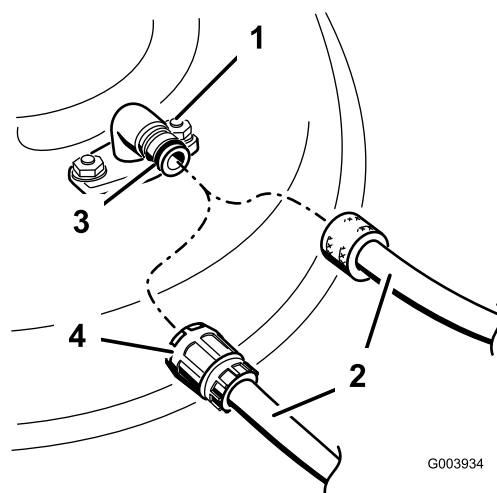

Figure 47
4. Branchez un flexible au raccord de lavage et ouvrez l'arrivée d'eau à fond (Figure 47).